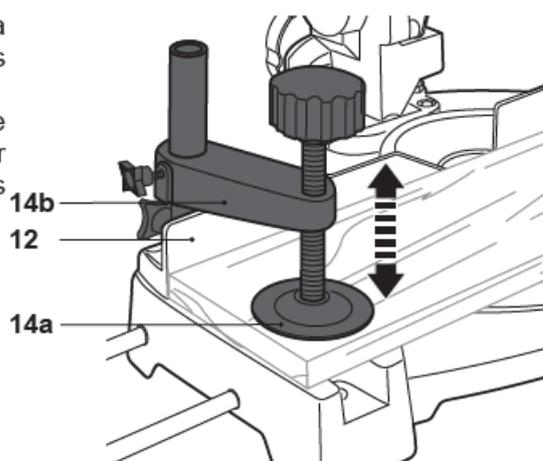

Fig. 18
- > Réglez la plaque [14a] et le support [14b] à la hauteur requise (Fig. 18), puis immobilisez la pièce.